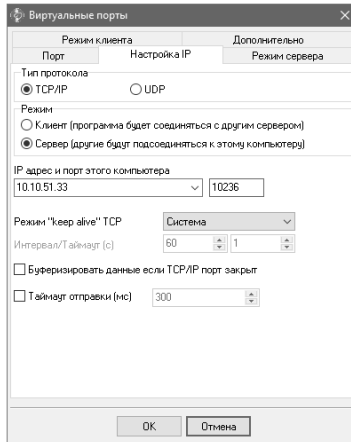
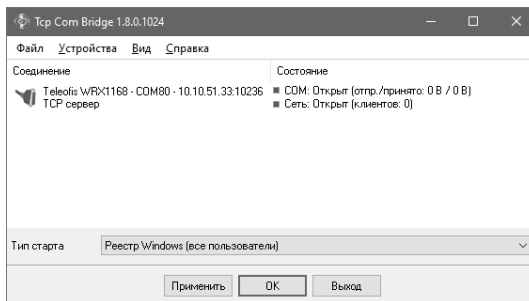

Рисунок 43 – Вкладка «Настройка IP» окна «Виртуальные порты»
Рисунок 44 – Окно программы «TCP COM Bridge»
3.5.14.23 Нажать кнопку «OK» в окне «Виртуальные порты» программы «TCP COM Bridge» (рисунок 43). В главном окне программы «TCP COM Bridge» (рисунок 44) установить тип старта «Реестр Windows (все пользователи)». Нажать кнопку «Применить».